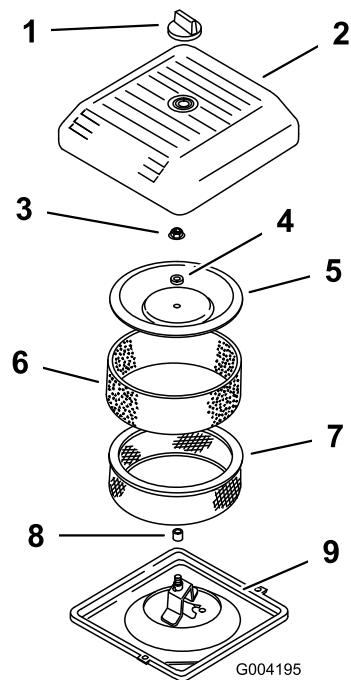

**Figura 144**
3. Svitare la manopola e rimuovete il coperchio del corpo del filtro (Figura 144).
4. Fate scorrere attentamente il prefiltro in schiuma sintetica fuori dall'elemento di carta (Figura 144).
5. Svitare il dado del coperchio e rimuovete il coperchio, il distanziale e il filtro di carta (Figura 144).